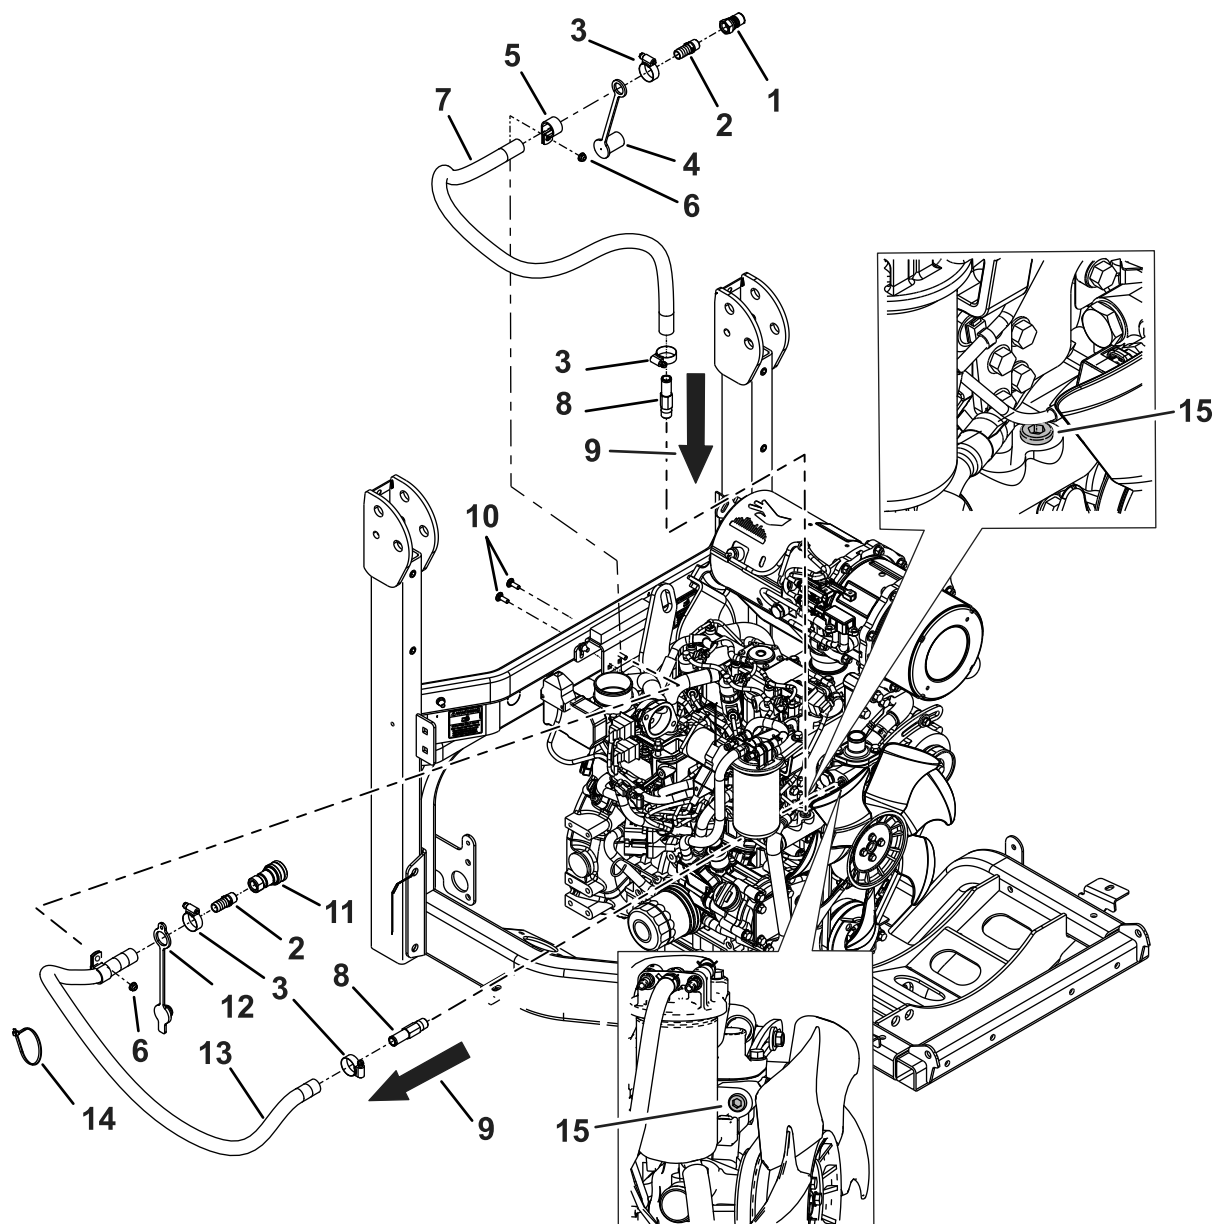
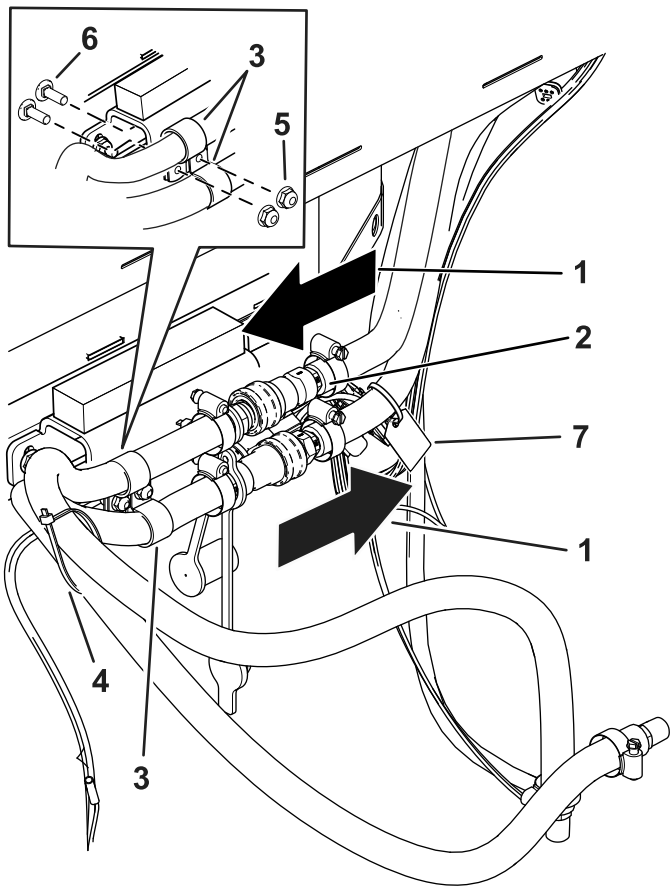

Figure 24
Figure 25
9. Localisez et retirez les bouchons du moteur montrés à la Figure 24.
3. Glissez les bouchons protecteurs mâle et femelle sur l'extrémité cannelé des assemblages (Figure 24).
4. Vissez les raccords droits ( $\frac{3}{8}$  NPT x  $\frac{5}{8}$  cannelé) dans les coupleurs mâle et femelle (Figure 24).
6. Insérez l'extrémité cannelée des assemblages dans les flexibles et fixez-les avec les colliers (Figure 24).
14. Enfilez les flexibles sur les extrémités cannelées des raccords du moteur et fixez-les avec les colliers (Figure 24).
15. Installez les colliers en R sur les flexibles (Figure 24).
16. Fixez les flexibles au dos de la cabine avec 2 boulons de carrosserie et 2 écrous (Figure 24 et Figure 25).
17. Attachez les flexibles à l'écart des pièces mobiles et des surfaces chaudes avec des attache-câbles (Figure 25).